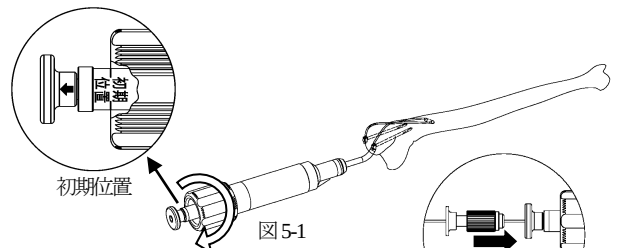

図5-1
- 5) ショートケーブルテンショナーの後端マーキングが初期位置にあることを確認し、ケーブルをショートケーブルテンショナーに通します。ダイヤルを右回転させ、ケーブルに張力をかけていきます。（図5-1）マーキングが初期位置にない場合は、ダイヤルを止まるまで左回転させて初期位置に戻して下さい。目盛りの範囲以上の張力をかけないで下さい。